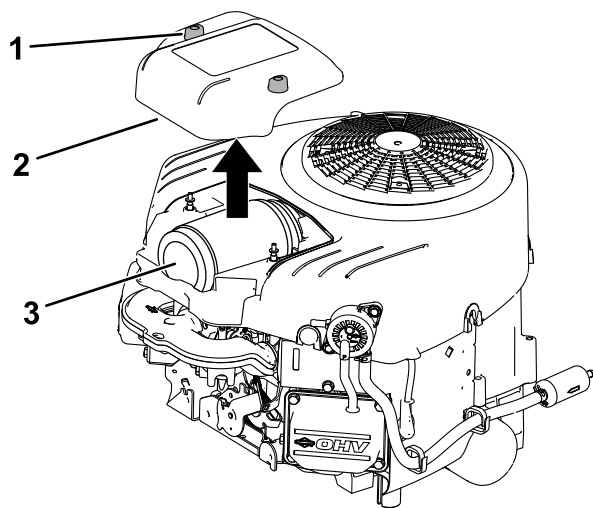

Figura 39
3. Instale a cobertura e aperte os dispositivos de fixação (Figura 39).